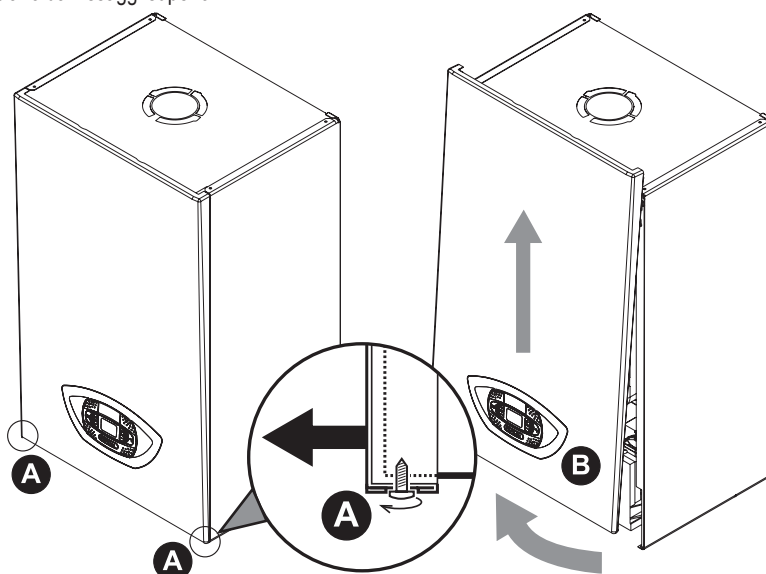

fig. 212 - Apertura pannello frontale
1. Svitare parzialmente le viti A (vedi fig. 212).